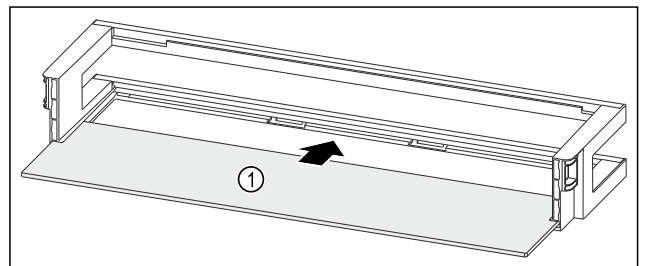

Fig. 262 Türabsteller mit Abstellfläche
- ▶ Abstellfläche Fig. 262 (1) in die seitlichen Aussparungen einschieben.